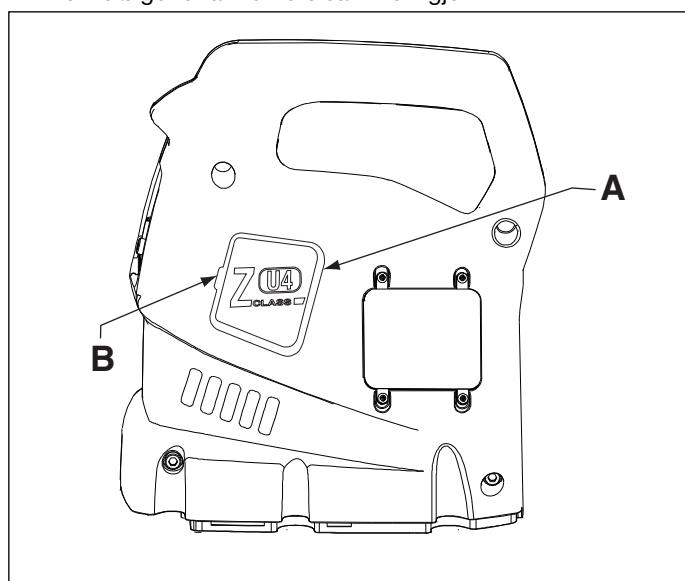

Figure 12, Fjerning av børstelokk
2. Ta av begge børstelokkkene (A) ved å bøye børstelokkslåsene (B) til side og klemme utover (se fig. 12).